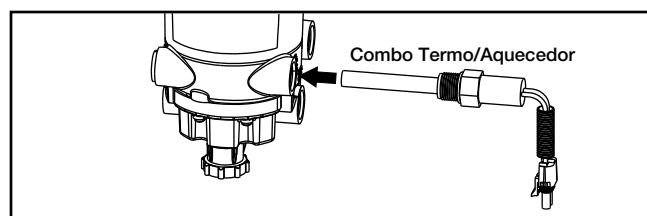

Figura 6 - Instalação do Aquecedor
- Se uma Combinação Termo/Aquecedor ainda não estiver instalada, remova o tampão do aquecedor do O'Ring de 7/8"-14 SAE (M16 x 1.5) do Diesel Pro e instale a Combinação Termo/Aquecedor. Aperte com torque de 25-40 ft-lbs (34-54 N•m). (Veja a Figura 6.)